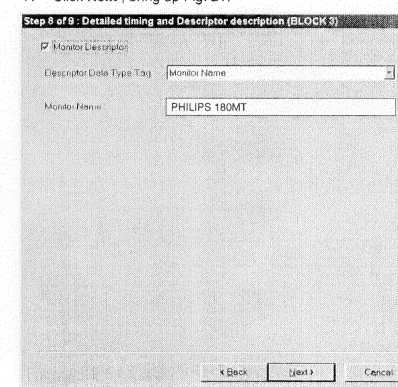

Fig. 21
7. Click **Next**, bring up Fig. 21.